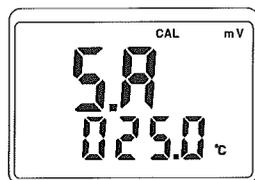
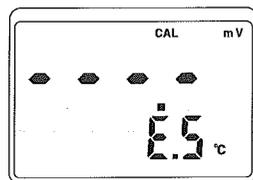

図 20
図 21
- (6)再度CALボタンを2秒以上長押しすると"SA"と"E5"表示が順に現れて25°Cの校正が終了します。(図20, 図21)